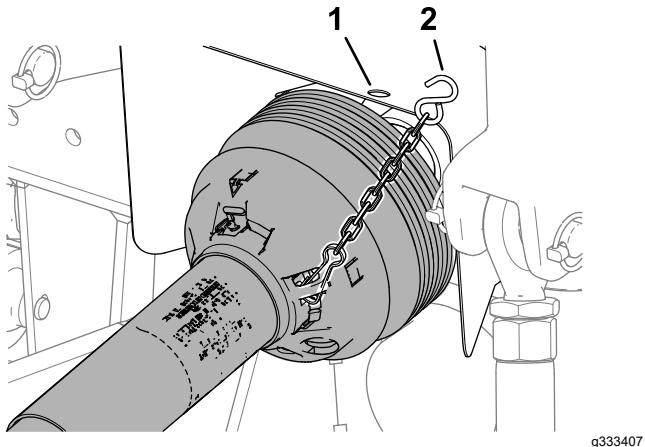

Bild 49
5. Entfernen Sie die Kette des Sicherheitsschutzblechs (**Bild 49**) von der Zapfwelle der Zugmaschine (nur CE).